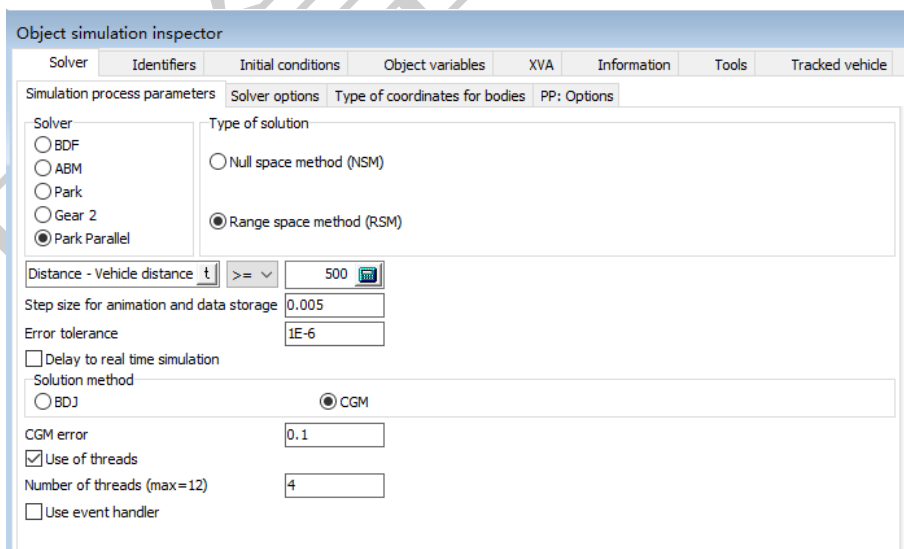

图 2.6
8. 在 **Solver** 页面，设置求解器参数，如图 2.6 所示。